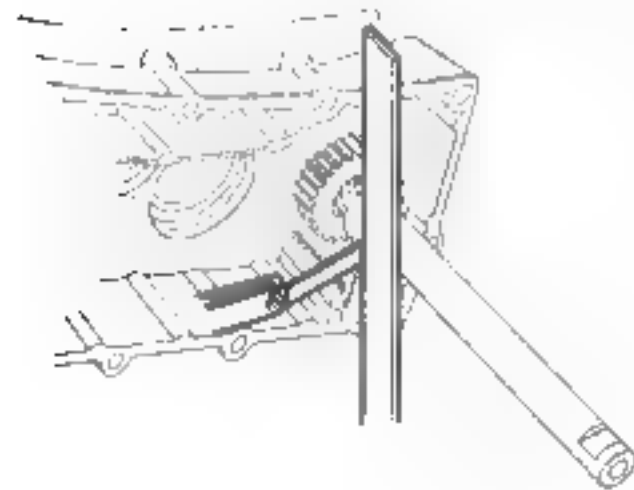

Fig. 2
- Remonter l'entretoise et la rondelle (fig. 2).